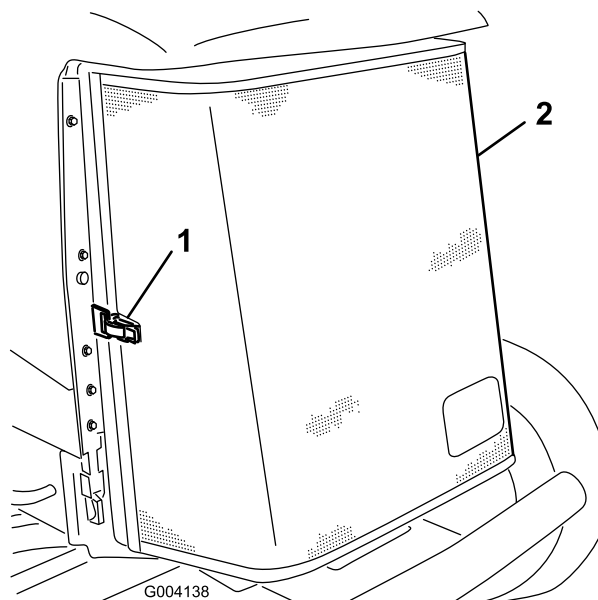

Bild 142
3. Entriegeln Sie den Riegel und drehen Sie das hintere Gitter auf (Bild 142).